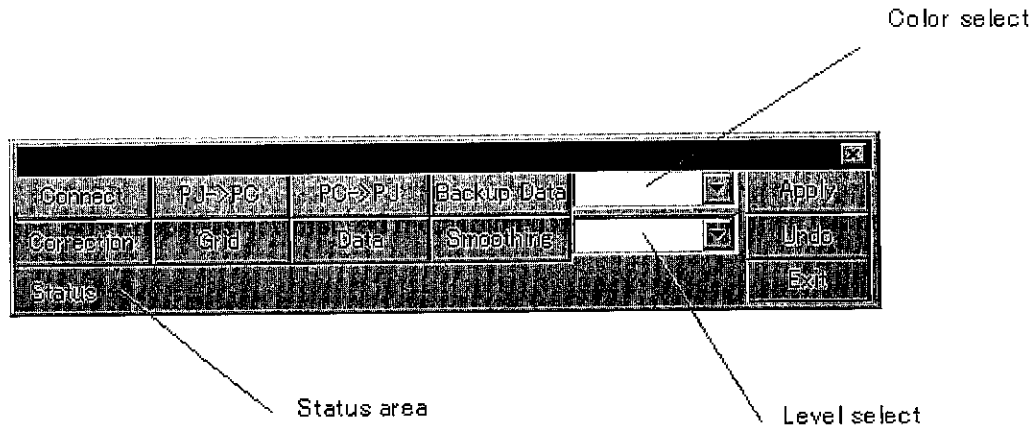

Abbildung 1. Steuerungsfenster
6. Das Steuerungsfenster (Abbildung 1) wird auf dem PC-Bildschirm angezeigt.